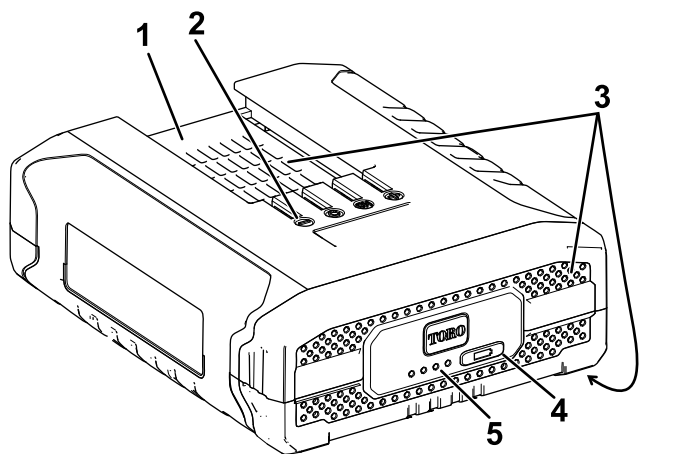

Figura 2
3. Allineate la cavità nel pacco batteria (Figura 2) con la linguetta sul caricabatterie.